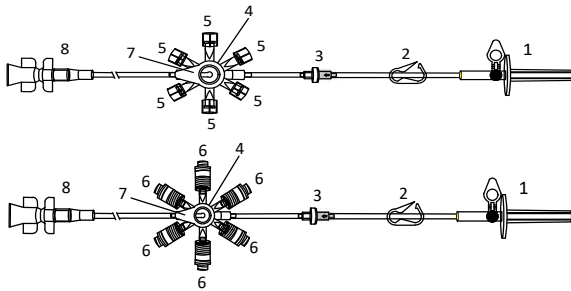

Abb. 1. Entlüftung der Tropfkammer
3. Schließen Sie ggf. die entlüftete Kappe auf dem Spike (1).
4. Stellen Sie sicher, dass der RondelO-Griff (7) in einer Spülposition steht.
5. Schließen Sie die Quetschklemme (2) des RondelO-Infusionsset-Adapters.
8. Entfernen Sie die Kappe des Spikeanschlusses (8) mit einer Drehbewegung.
10. Stechen Sie das Infusionsset in voller Länge in den Spikeanschluss (8) des RondelO-Infusionsset-Adapters.
11. Öffnen Sie die Quetschklemme (2) am RondelO-Infusionsset-Adapter.
12. Halten Sie die Tropfkammer kopfüber und positionieren Sie sie auf gleicher Höhe wie das RondelO, öffnen Sie die Rollklemme des Infusionssets und füllen Sie die Tropfkammer wie in (Abb. 1) dargestellt.